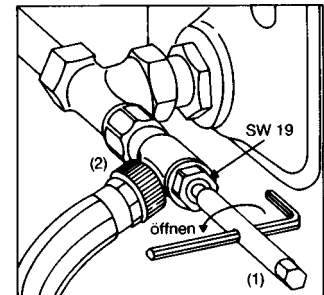

Bild 6
- 3.4 Навернуть инструмент для заполнения и опорожнения (2) на штуцер „Combi 4/3” и на отводе закрепить шланг диаметром  $\frac{1}{2}$ ” (рис. 6).
- 3.5 Воздушный кран на отопительном приборе следует открыть. Шестигранный ключ NN № 10 (1) надеть на инструмент для заполнения и опорожнения (2) и поворачивая влево, опорожнить отопительный прибор (рис. 6).